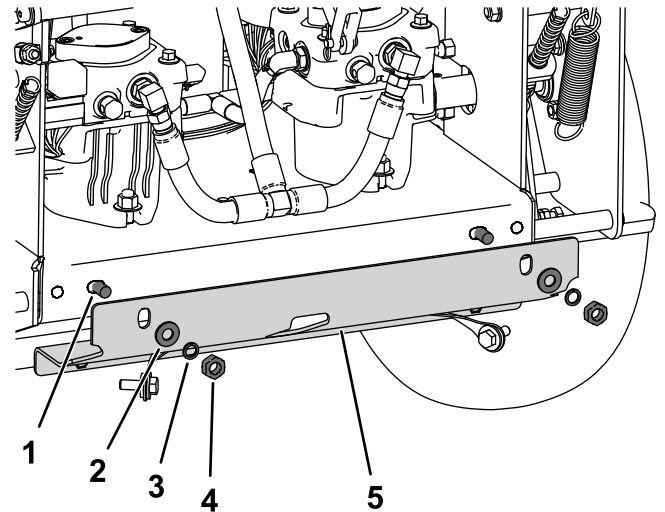

Figure 8
- Centrez la protection de la poulie d'entraînement à l'arrière du bâti du moteur, et fixez-la en place à l'aide de 2 boulons de carrosserie (M10 x 25 mm), grosses rondelles (M10), rondelles élastiques et écrous (M10), comme montré à la (Figure 8).